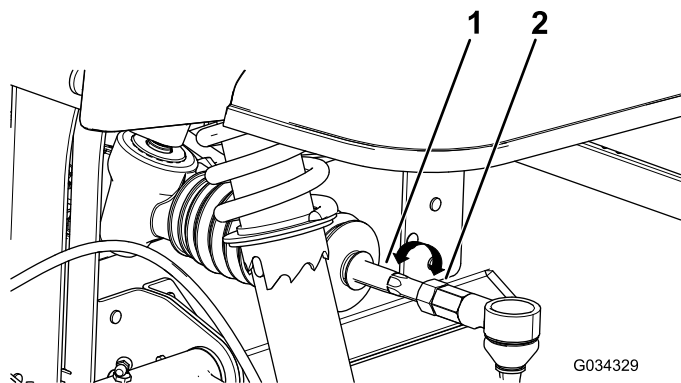

图 55
4. 如果测量值超出 0 +/- 3mm 应松开横拉杆外端的锁紧螺母 图 55。